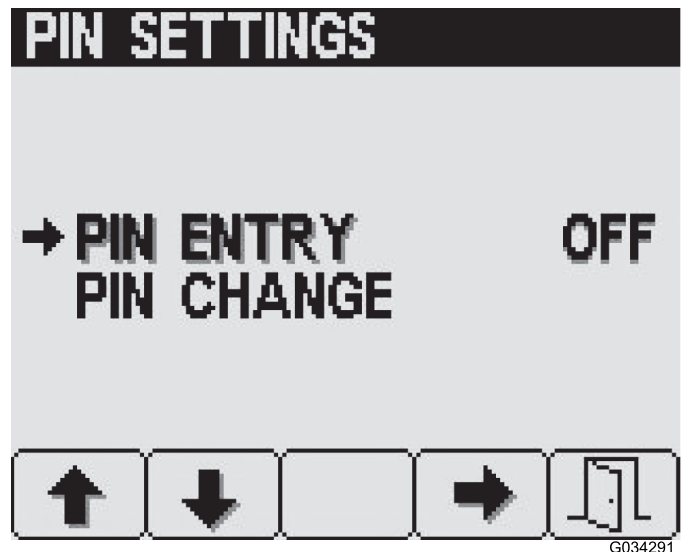

図 16
3. PIN設定画面から、ボタン4を押して「ピンを入力」PIN Entryを選択し、PINをONまたはOFFにする 図 16。